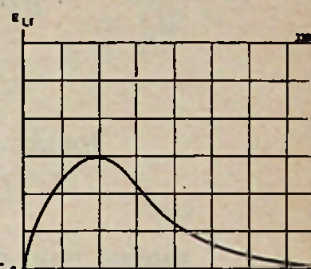

Fig. 4
b. een andere methode is de volgende: we voeren aan de antenneklemmen een in amplitude gemoduleerd signaal van regelbare grootte toe, en meten weer de l.f.-uitgangsspanning. Bij kleine ingangsspanningen neemt het l.f.-signaal toe met de ingangsspanning totdat de begrenzer gaat werken en de amplitudemodulatie wordt afgesneden. De l.f.-uitgangsspanning wordt dan in het ideale geval nul. (Zie fig. 4). Op de horizontale as is weer de ingangsspanning uitgezet en op de verticale as de l.f.-uitgangsspanning.